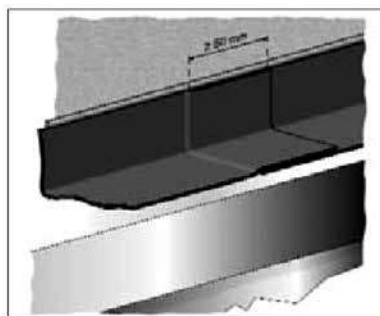

Figure 5: Raccordement horizontal
**a) Raccordement horizontal** entre bandes : assurer un recouvrement de 50 mm minimum (figure 5) puis coller avec OT015.